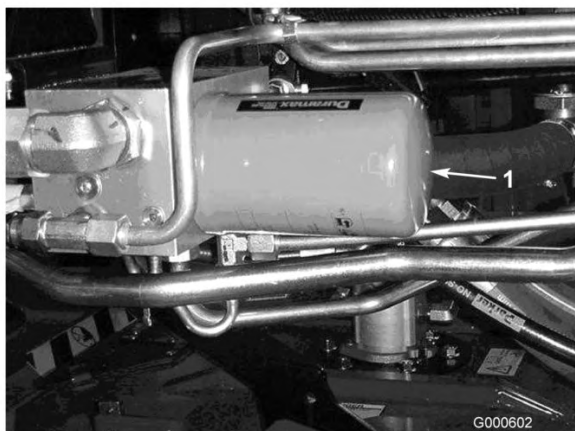

Figura 57
2. Limpe a zona em torno da montagem do filtro. Coloque um recipiente de escoamento debaixo do filtro e retire o filtro (Figura 56 e Figura 57).